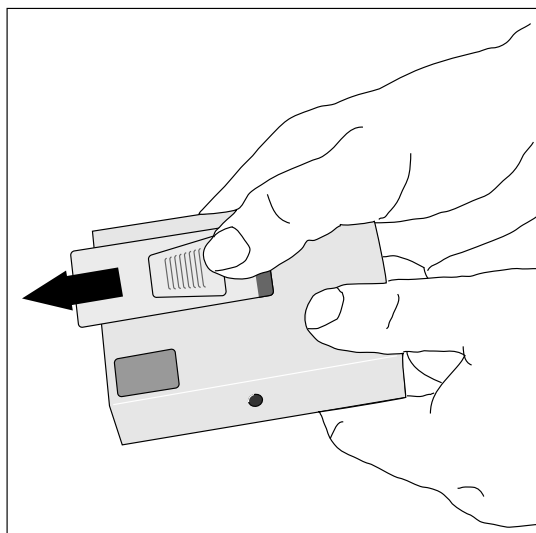

Bild 3-1 Öffnen des Batteriefachs
- Halten Sie das TONOPORT V wie in Bild 3-1 gezeigt, und schieben Sie den Batteriefachdeckel auf (ca. 1 cm).